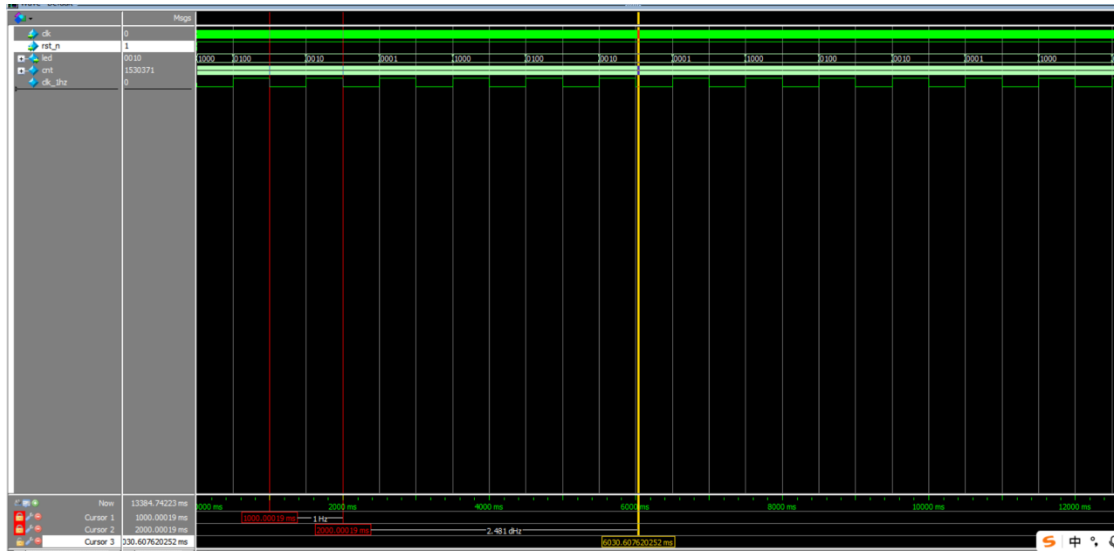

图 27 观察仿真波形
- ⑬ 之后找到 Wave 页面进行观察信号，验证代码功能是否正常实现。如图 27 所示。